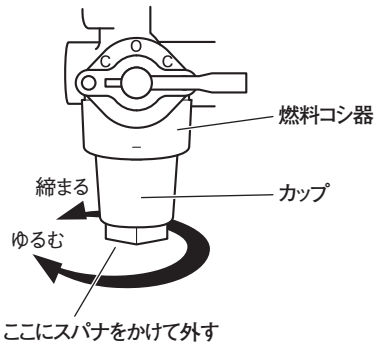

図 4-11 燃料コシ器（カップ）
2. 燃料コシ器下部の四角部を、工具（二面幅（10mm））でゆるめて、燃料コシ器のカップを外します。（図 4-11）